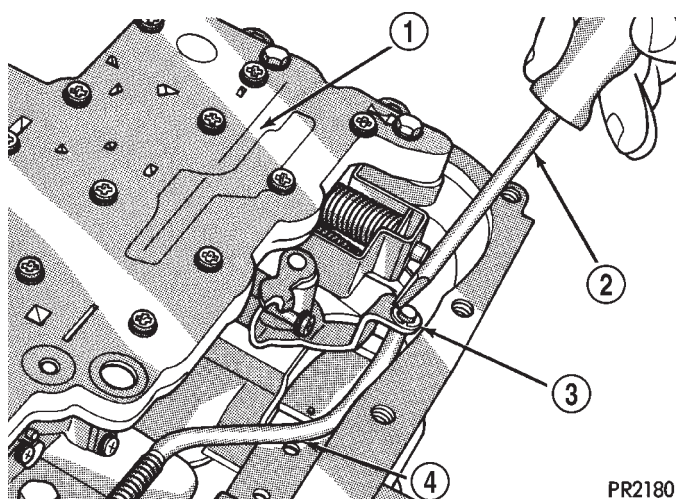

Fig. 78 Collarín E de la varilla de estacionamiento
(39) Instale la varilla de estacionamiento en su posición y sujétela con un collarín E (Fig. 78).